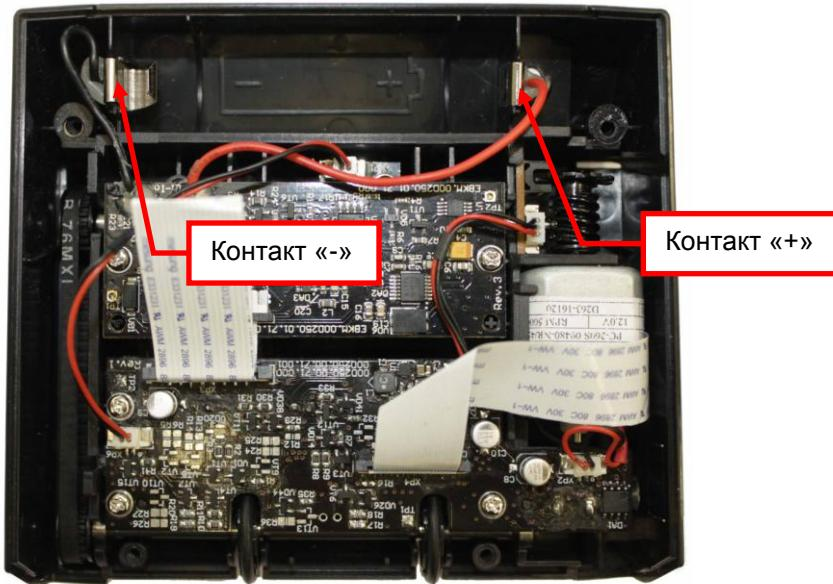

Рисунок 9.6
- 9.3.3 Снимите, с помощью пинцета и отвертки с плоским шлицем, контакты модуля (см. рис.9.6).